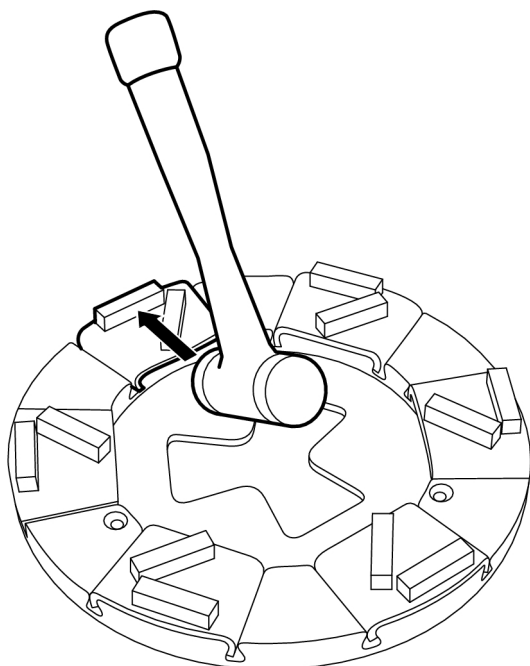

Рисунок 4-14. Снятие головок
2. Зафиксируйте шлифовальную головку в держателе несколькими легкими ударами молотка, см. Рисунок 4-14, стр. 26.
3. Зафиксируйте шлифовальную головку в держателе несколькими легкими ударами молотка, см. Рисунок 4-14, стр. 26.